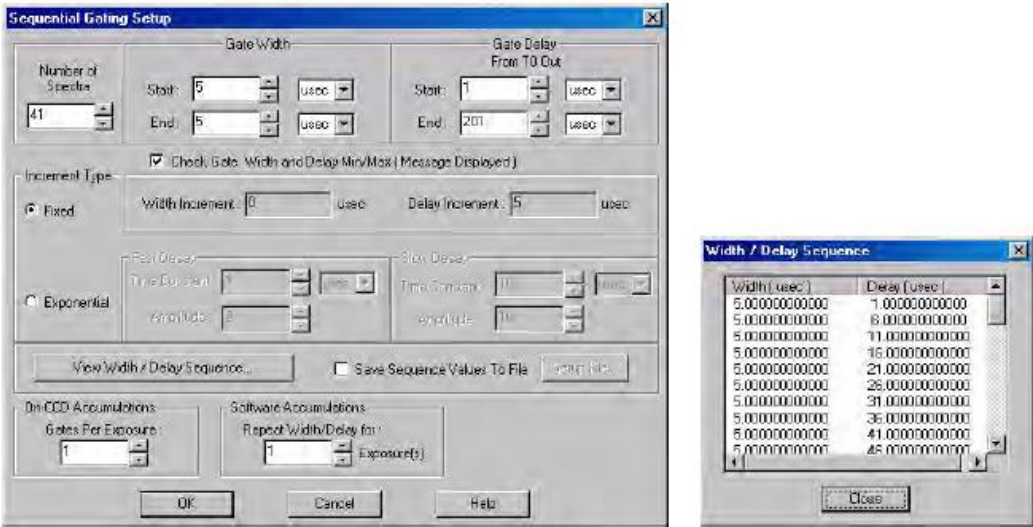

图 49 Sequential Gating Setup 和 Width/Delay Sequence 对话框
- c. 点击“**Setup...**”并在 Sequential Gating Setup 对话框内定义脉冲时序。见图 49。
- b. 在 **Main** 多标签页上，输入曝光时间、增益并转到 **Gate Mode**。光谱的数目会根据输入到 Sequential Gating Setup 对话框内的数值自动设置（图 49）。